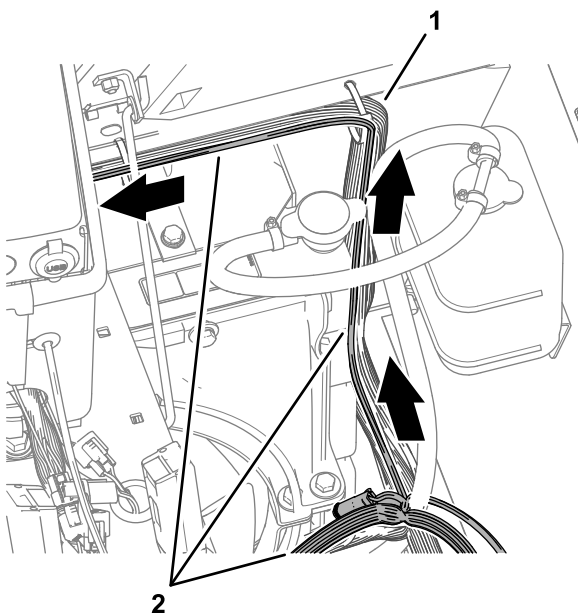

**Figura 76**
2. En el lado interior de la caja de asiento derecha, enrute el arnés de alimentación del módem hacia adelante y el conector del arnés de alimentación marcado RS232 junto al arnés de cables de la máquina (Figura 76).